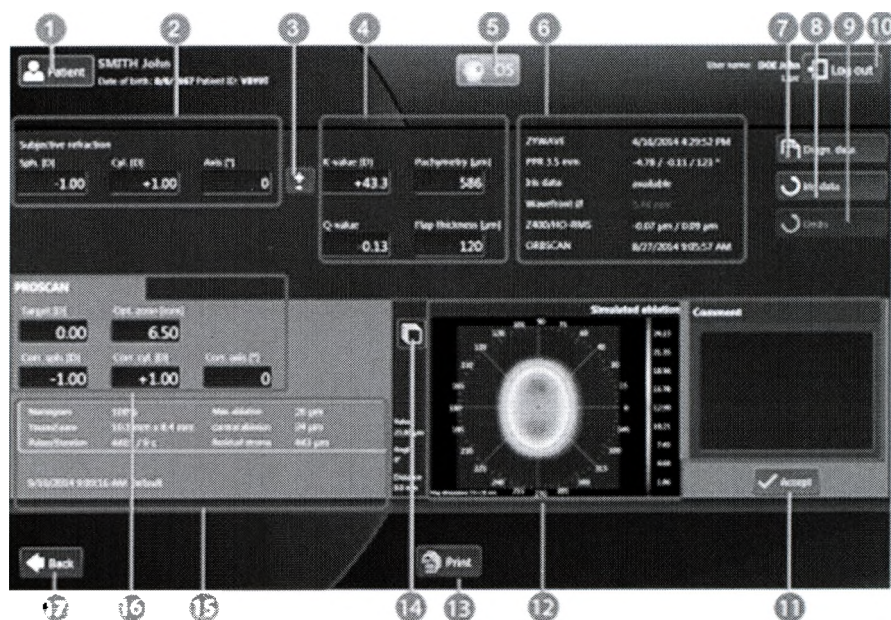

Рис. 106. Выбранная процедура (пример): элементы
⇒ Выбранная процедура открывается в окне расчета процедуры (рис. 106).
Выбранная процедура: элементы (рис. 106)
1. При необходимости, нажмите *Diagn. data* [Диагностические данные] (поз. 7 на рис. 106), чтобы выбрать другое измерение ORBSCAN 3 и ZYWAVE 3.